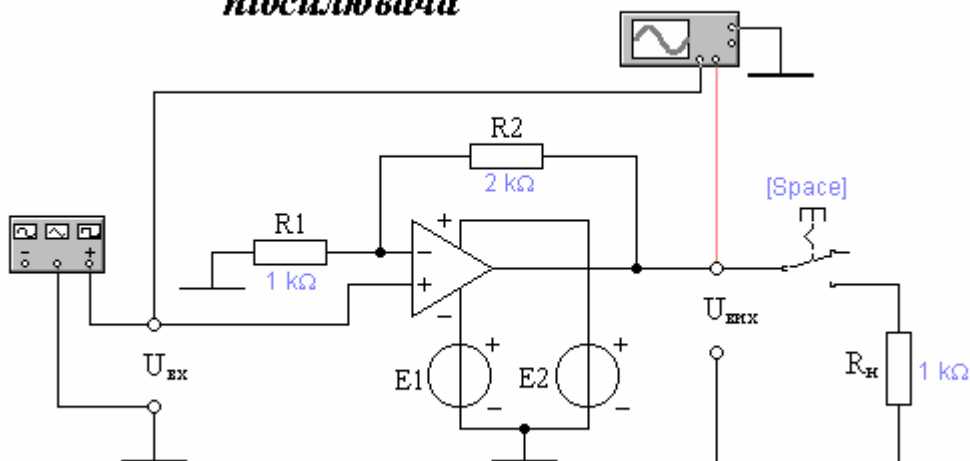

Рисунок 8.11
4.9.1 Відкрити файл «ОП неінв» (рис. 8.11).